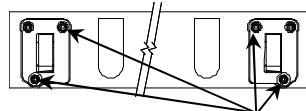

Figure 2.
①	Qté. (16)	Rondelle ½ po	④	Qté. (2)	Écrou hexagonal ½-13
②	Qté. (2)	Boulons ½-13 X 2.25 GR5	⑤	Qté. (2)	Rondelle plate ½ po
③	Qté. (2)	Rondelle conique ½ po	⑥	Qté. (2)	Rivets en plastique
- Retirer la garniture de carénage inférieure à l'arrière du véhicule en retirant les pièces de fixation (5) et les rivets en plastique (2) qui fixent le carénage de base au véhicule. Percer le centre de la tête des rivets à l'aide d'un petit poinçon ou d'une pointe affilée. Glisser soigneusement le tournevis ou l'outil de finition entre les panneaux couvrant les rivets desserrés et retirer la tête de rivet restante. En se frayant un chemin depuis l'extérieur (emplacement de rivet), tirer lentement la garniture de carénage vers le haut.
- Au besoin, retirer ou desserrer les panneaux de garniture arrière (2) à la base du véhicule pour obtenir plus de dégagement pendant l'installation de l'attelage.
- Retirer les écrous à embase (4) du parechoc. Voir la Figure 2.